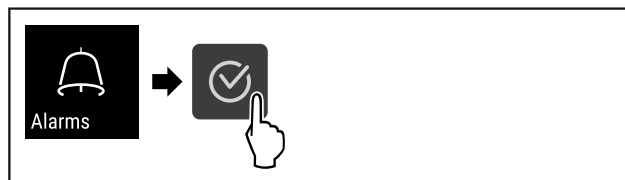

Fig. 141
- Stappen (zie Fig. 141) uitvoeren.